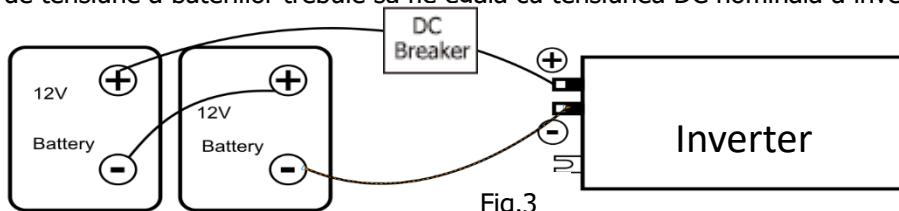

Fig.3
2) Conecțarea in serie a mai multor baterii (Fig.3): toate bateriile trebuie sa aiba aceeasi tensiune (V) si amperaj (Ah). Suma valorilor de tensiune a bateriilor trebuie sa fie egala cu tensiunea DC nominala a invertorului.